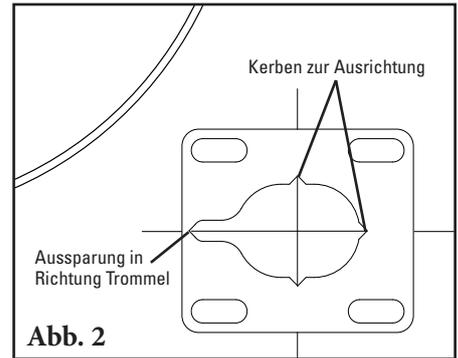

Abb. 2
- Steckachse zu weit von der Trommel montiert - Der Anfangsabstand des Blatts zum Band ist größer als 3mm (1/8") (Abb. 2). Wenn das Abstreifblatt richtig gespannt ist, könnte es durchgezogen werden, bevor es vollständig abgenutzt ist. Ist es zu schwach gespannt, stellt sich schnell der „Smile-Effekt“ ein und es streift nicht mehr einwandfrei ab.
Benutzen Sie die beigegefügte Montageschablone zum Anzeichnen der benötigten Öffnungen im Übergabetrichter. Positionieren Sie die Schablone so, dass die Aussparung in Richtung Trommel zeigt. Markieren Sie die Öffnungen für Steckachse und Montageschrauben (Abb. 2). Die Öffnungen in beide Seiten des Übergabetrichters schneiden.
2. **Das verschlissene Abstreifblatt entfernen.** Einen der Sicherungsstifte entfernen und das Blatt von der Steckachse ziehen (Abb. 2). Die Steckachse von losem Material reinigen.